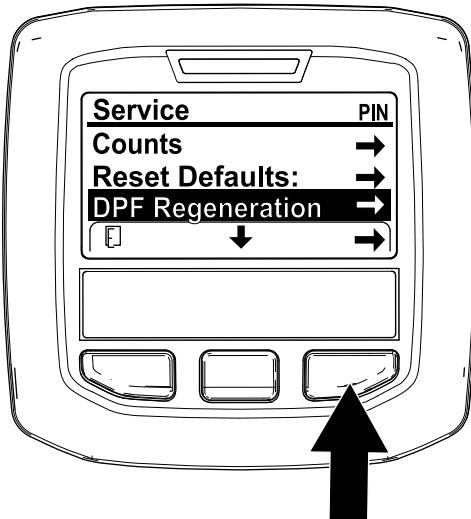

Figura 42
- Acceda al menú Service (Servicio), pulse el botón central para desplazarse hacia abajo, hasta la opción DPF REGENERATION (Regeneración de DPF) (Figura 42).
- Pulse el botón derecho para seleccionar la opción DPF Regeneration (Regeneración de DPF) (Figura 42).